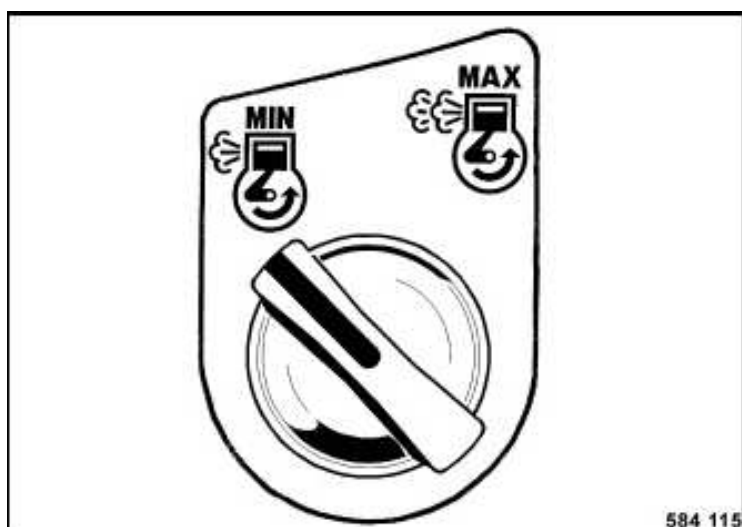

Fig. 40
- Colocar el interruptor giratorio (Fig. 40) a posición „Min“ (marcha en vacío).